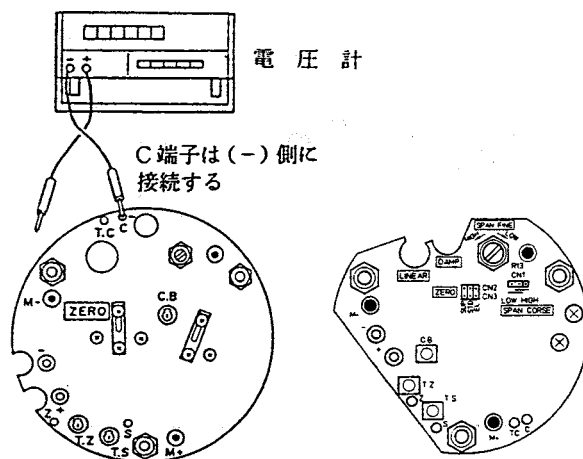
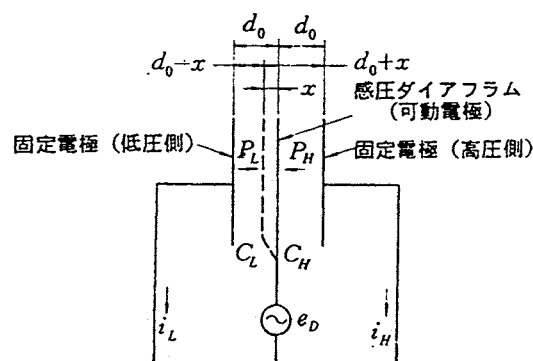

図 7.8 温度補償回路のチェック端子
図 8.1 原理図
- ① 図 8.1 のように各機器を接続し 5 分以上ウォームアップします。
- ② アンプユニットまたはカプセルアセンブリを交換した場合には、必要に応じて 7.4.1 項を参照してリニアリティ調整を行ってください。
- ③ C.B ボリウムを反時計方向に回し切ります (図 7.8 参照)。
- ④ 温度ゼロ調整ボリウム (T.Z) を回して C - Z 間の電圧が  $0 \pm 2.5\text{mV DC}$  以内になるように調整します。
- ⑤ 温度スパンボリウム (T.S) を回して、C - S 間の電圧が  $0 \pm 2.5\text{mV DC}$  以内になるように調整します。
- ⑥ 温度バランス調整ボリウム (C.B) を回して、C - TC 間の電圧が  $0 \pm 5\text{mV DC}$  以内になるように調整します。